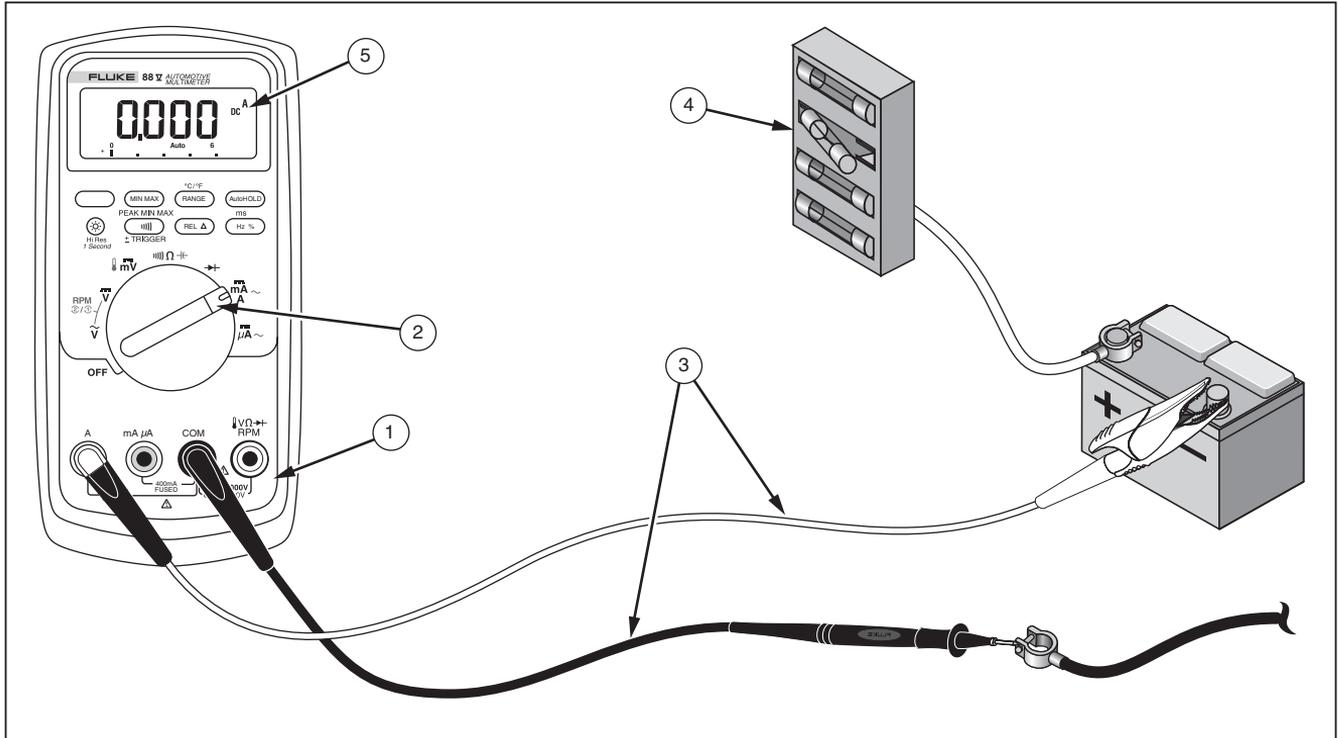

Abbildung 17. Absondern eines Stromentnahme verursachenden Schaltkreises
1. Die Messleitungen gemäß Abbildung 17 in die Eingangsanschlüsse einführen.